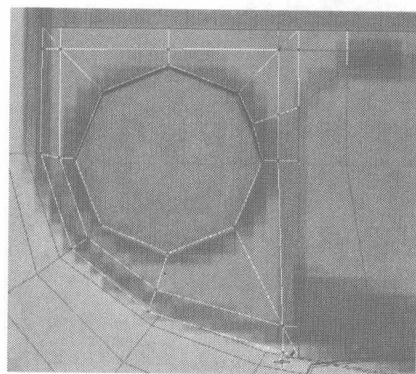
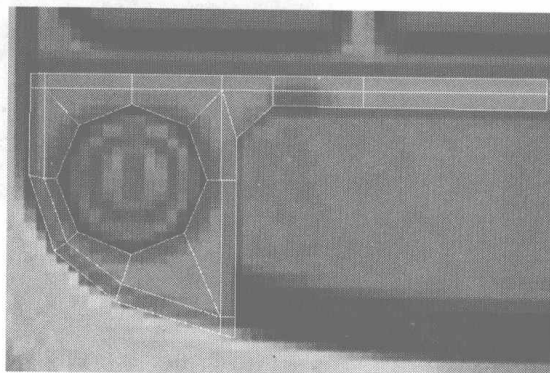
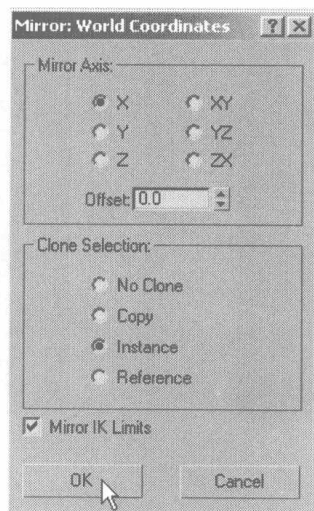

图 4.553
图 4.554
图 4.555
- 29** 用 Cut 工具在圆形按钮处如图 4.553 所示的位置添加细分线，然后取消所有编辑，选择如图 4.554 所示的物体，在工具栏中单击  按钮，在弹出的对话框中设置镜像参数，如图 4.555 所示。